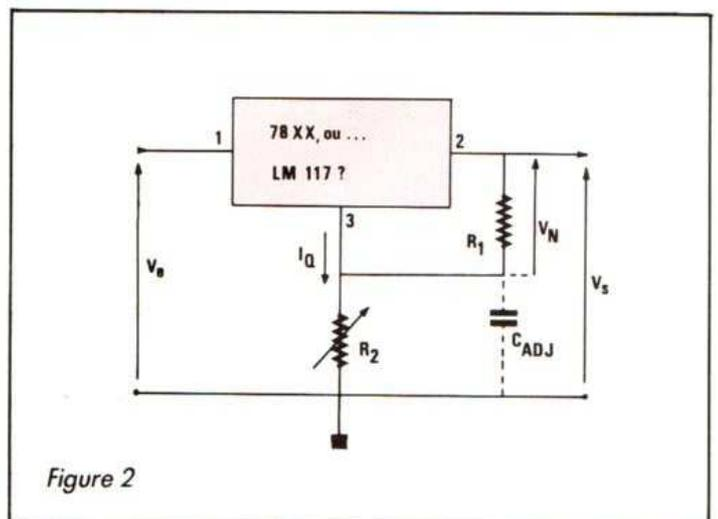

Figure 2
Imaginons alors – ce que proposent certaines notes d'applications – qu'on adopte le schéma de la figure 2, en vue de modifier ou de rendre variable la tension de sortie. Désignons par V_N (nominale) la différence de potentiel imposée, par le régulateur entre ses bornes 2 et 3. On trouvera, en sortie :
- la tension nominale, entre les bornes 2 et 3, est ramenée à 1,2 V. La plage des variations en sortie, à l'aide du montage de la figure 2, s'étend alors de 1,2 à 37 V ;
Limitée à 65 dB, cette réjection pour le LM 117 peut atteindre 80 dB si l'on découple la résistance R_2 par un condensateur électrolytique de 10 μ F (tableau ligne 9 et fig. 2). Elle devient ainsi nettement meilleure que pour un régulateur fixe (72 dB pour le LM 7812).
(b) Avec condensateur C_{ADJ} de 10 μ F (voir fig. 2).